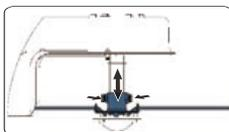

Figure 5-1.
2. Faites glisser la broche vers le haut ou vers le bas jusqu'à la position souhaitée avant de resserrer les boulons. Voir la Figure 5-1.